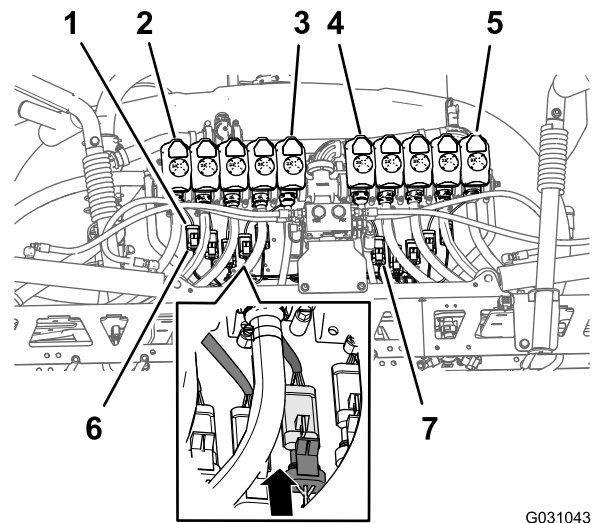

图133
- 将带有喷嘴阀 1 至喷嘴阀 5 标签的 203cm 线束支管的 3 插槽接头放到 10 阀阀门安装架的后部位置要低于喷嘴阀 1 至 5 图133。
- 将带有喷嘴阀 6 至喷嘴阀 10 标签的 203cm 线束支管的 3 插槽接头放到 10 阀阀门安装架的后部位置要低于喷嘴阀 6 至 10 图133。
- 将标有喷嘴 1 的后线束 3 针插槽接头连接至喷嘴阀 1 线束的 3 针接头图133。
- 在喷嘴阀位置 2 至 10 重复步骤 3 图133。